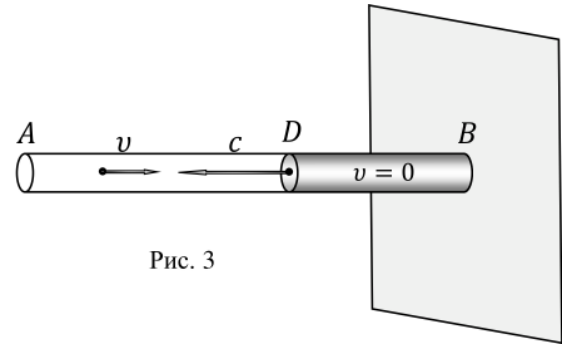

Рис. 3
Пусть упругий стержень AB налетает по нормали со скоростью v на очень жесткую (недеформируемую) неподвижную стенку (Рис. 3). Плотность материала стержня ρ , его модуль Юнга (упругости) равен E .
Сразу после механического контакта со стенкой по стержню (от стенки) начинает бежать продольная волна сжатия (возмущения) со скоростью звука c (см. Рис. 3).
При этом к некоторому моменту времени деформированной оказывается лишь часть DB стержня, до которой успела дойти волна упругого возмущения (см. Рис. 3). Будем считать, что частицы стержня в этой области (DB) уже остановились ($v = 0$) под действием сил упругости.
Заметим, что в этот же момент времени другие частицы стержня (в его «дальней» части AD) «как ни в чем не бывало» продолжают движение вперед (к стенке) с прежней скоростью v (см. Рис. 3).